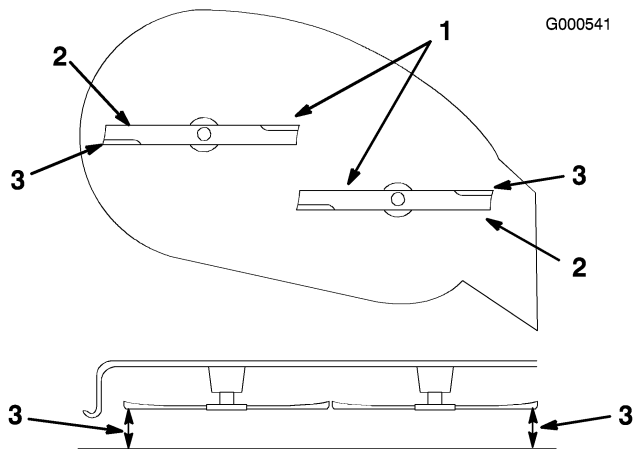

Figura 43
- Gire cuidadosamente la(s) cuchilla(s) colocándola(s) perpendicularmente al sentido de avance de la máquina (Figura 43). Mida entre los bordes de corte exteriores y la superficie plana (Figura 43). Si hay una diferencia de más de 3/16 pulg. (5 mm) entre ambas dimensiones, se requiere un ajuste; siga con este procedimiento.